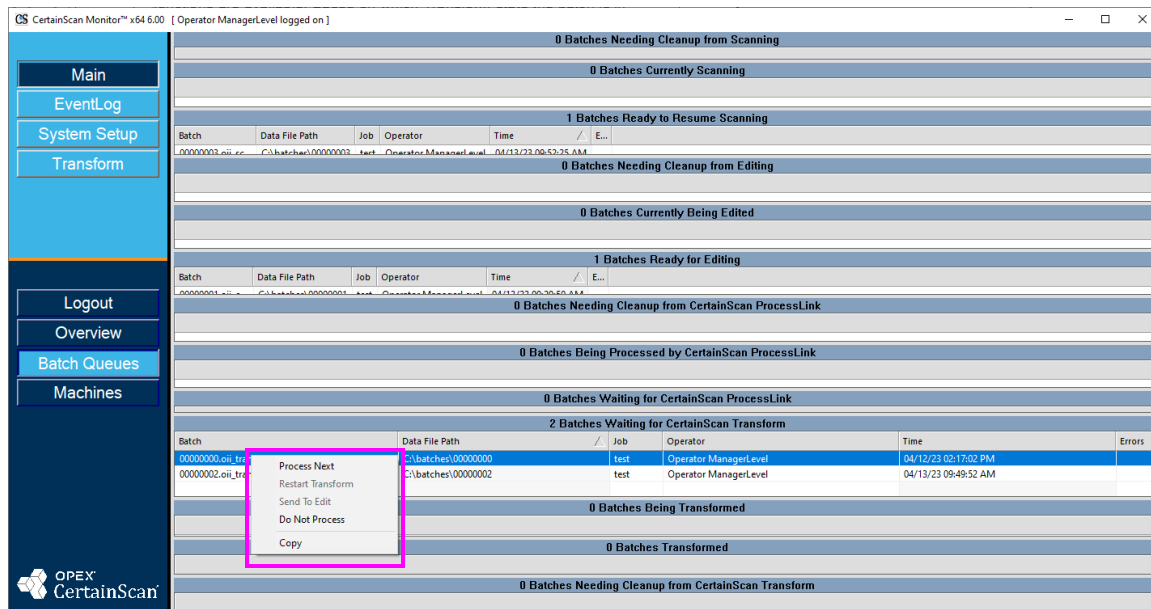

Abbildung 3-3: Funktionen von „Stapel die auf Transformation warten“
- Nicht verarbeiten: Stapel wird nicht transformiert und in roter Schrift angezeigt. Textnachricht zeigt „vom Bediener abgebrochen“ an (Abbildung 3-3).